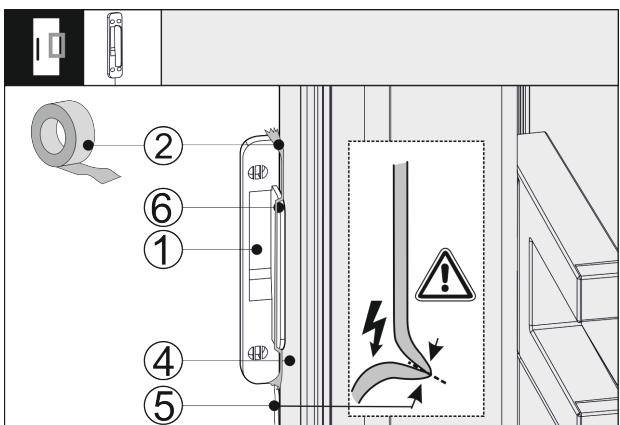

Fig. 42
- Nasadťte snímač klopania Fig. 42 (1) zboč na dvere zariadenia Fig. 42 (4) tak, aby doraz Fig. 42 (6) priliehal k dverám zariadenia Fig. 42 (4). Kábel snímača Fig. 42 (5) je zláhka napnutý a tiež prilieha k dverám zariadenia Fig. 42 (4).
- Zafixujte snímač klopania Fig. 42 (1) pomocou lepiacej pásy Fig. 42 (2). Snímač klopania sa neskôr zoskrutuje s prednou časťou nábytku.